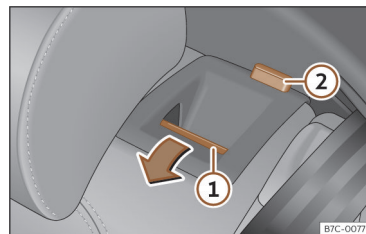

Fig. 69 Banco traseiro: rebater o encosto.
• Pressione o botão de desbloqueio >>> **Fig. 69** ① para a frente e, ao mesmo tempo, rebata o encosto. O encosto traseiro está desbloqueado quando se vê uma marca vermelha no botão ②.